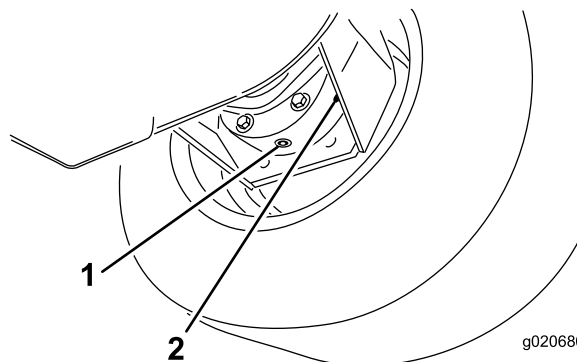

Figura 69
3. Coloque o recipiente de escoamento por baixo da estrutura do travão, retire o tampão e deixe o óleo escorrer para o recipiente (Figura 69).